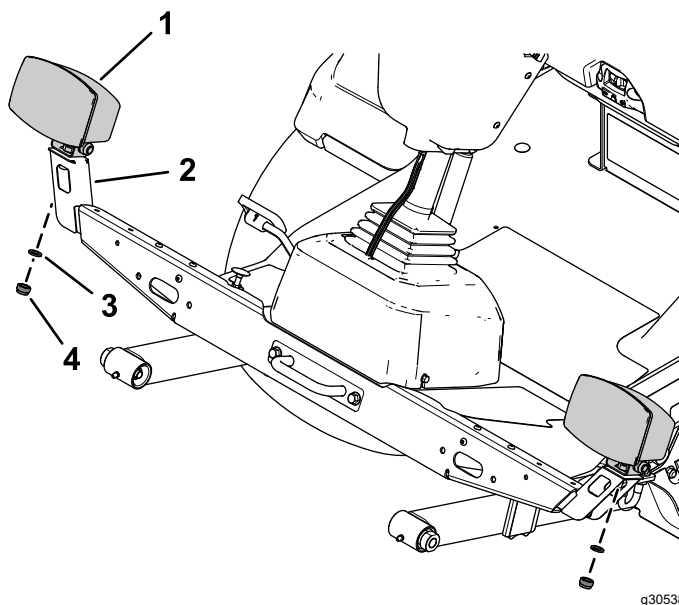

Figura 14
4. Prenda o conjunto da luz esquerda e conjunto da luz direita à montagem da luz esquerda e montagem da luz direita utilizando a anilha de bloqueio e porca hexagonal nos conjuntos das luzes (Figura 14).